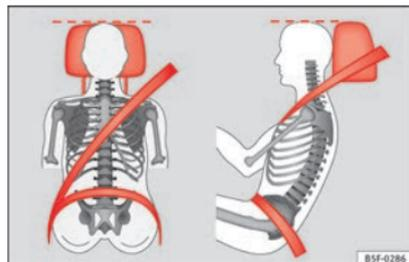

Fig. 73 Apoyacabezas ajustado correctamente visto de frente y lateralmente.
– Ajuste el apoyacabezas de modo que el borde superior quede, en la medida de lo posible, a la altura de la parte superior de la cabeza, como mínimo a la altura de los ojos »» **fig. 73.**